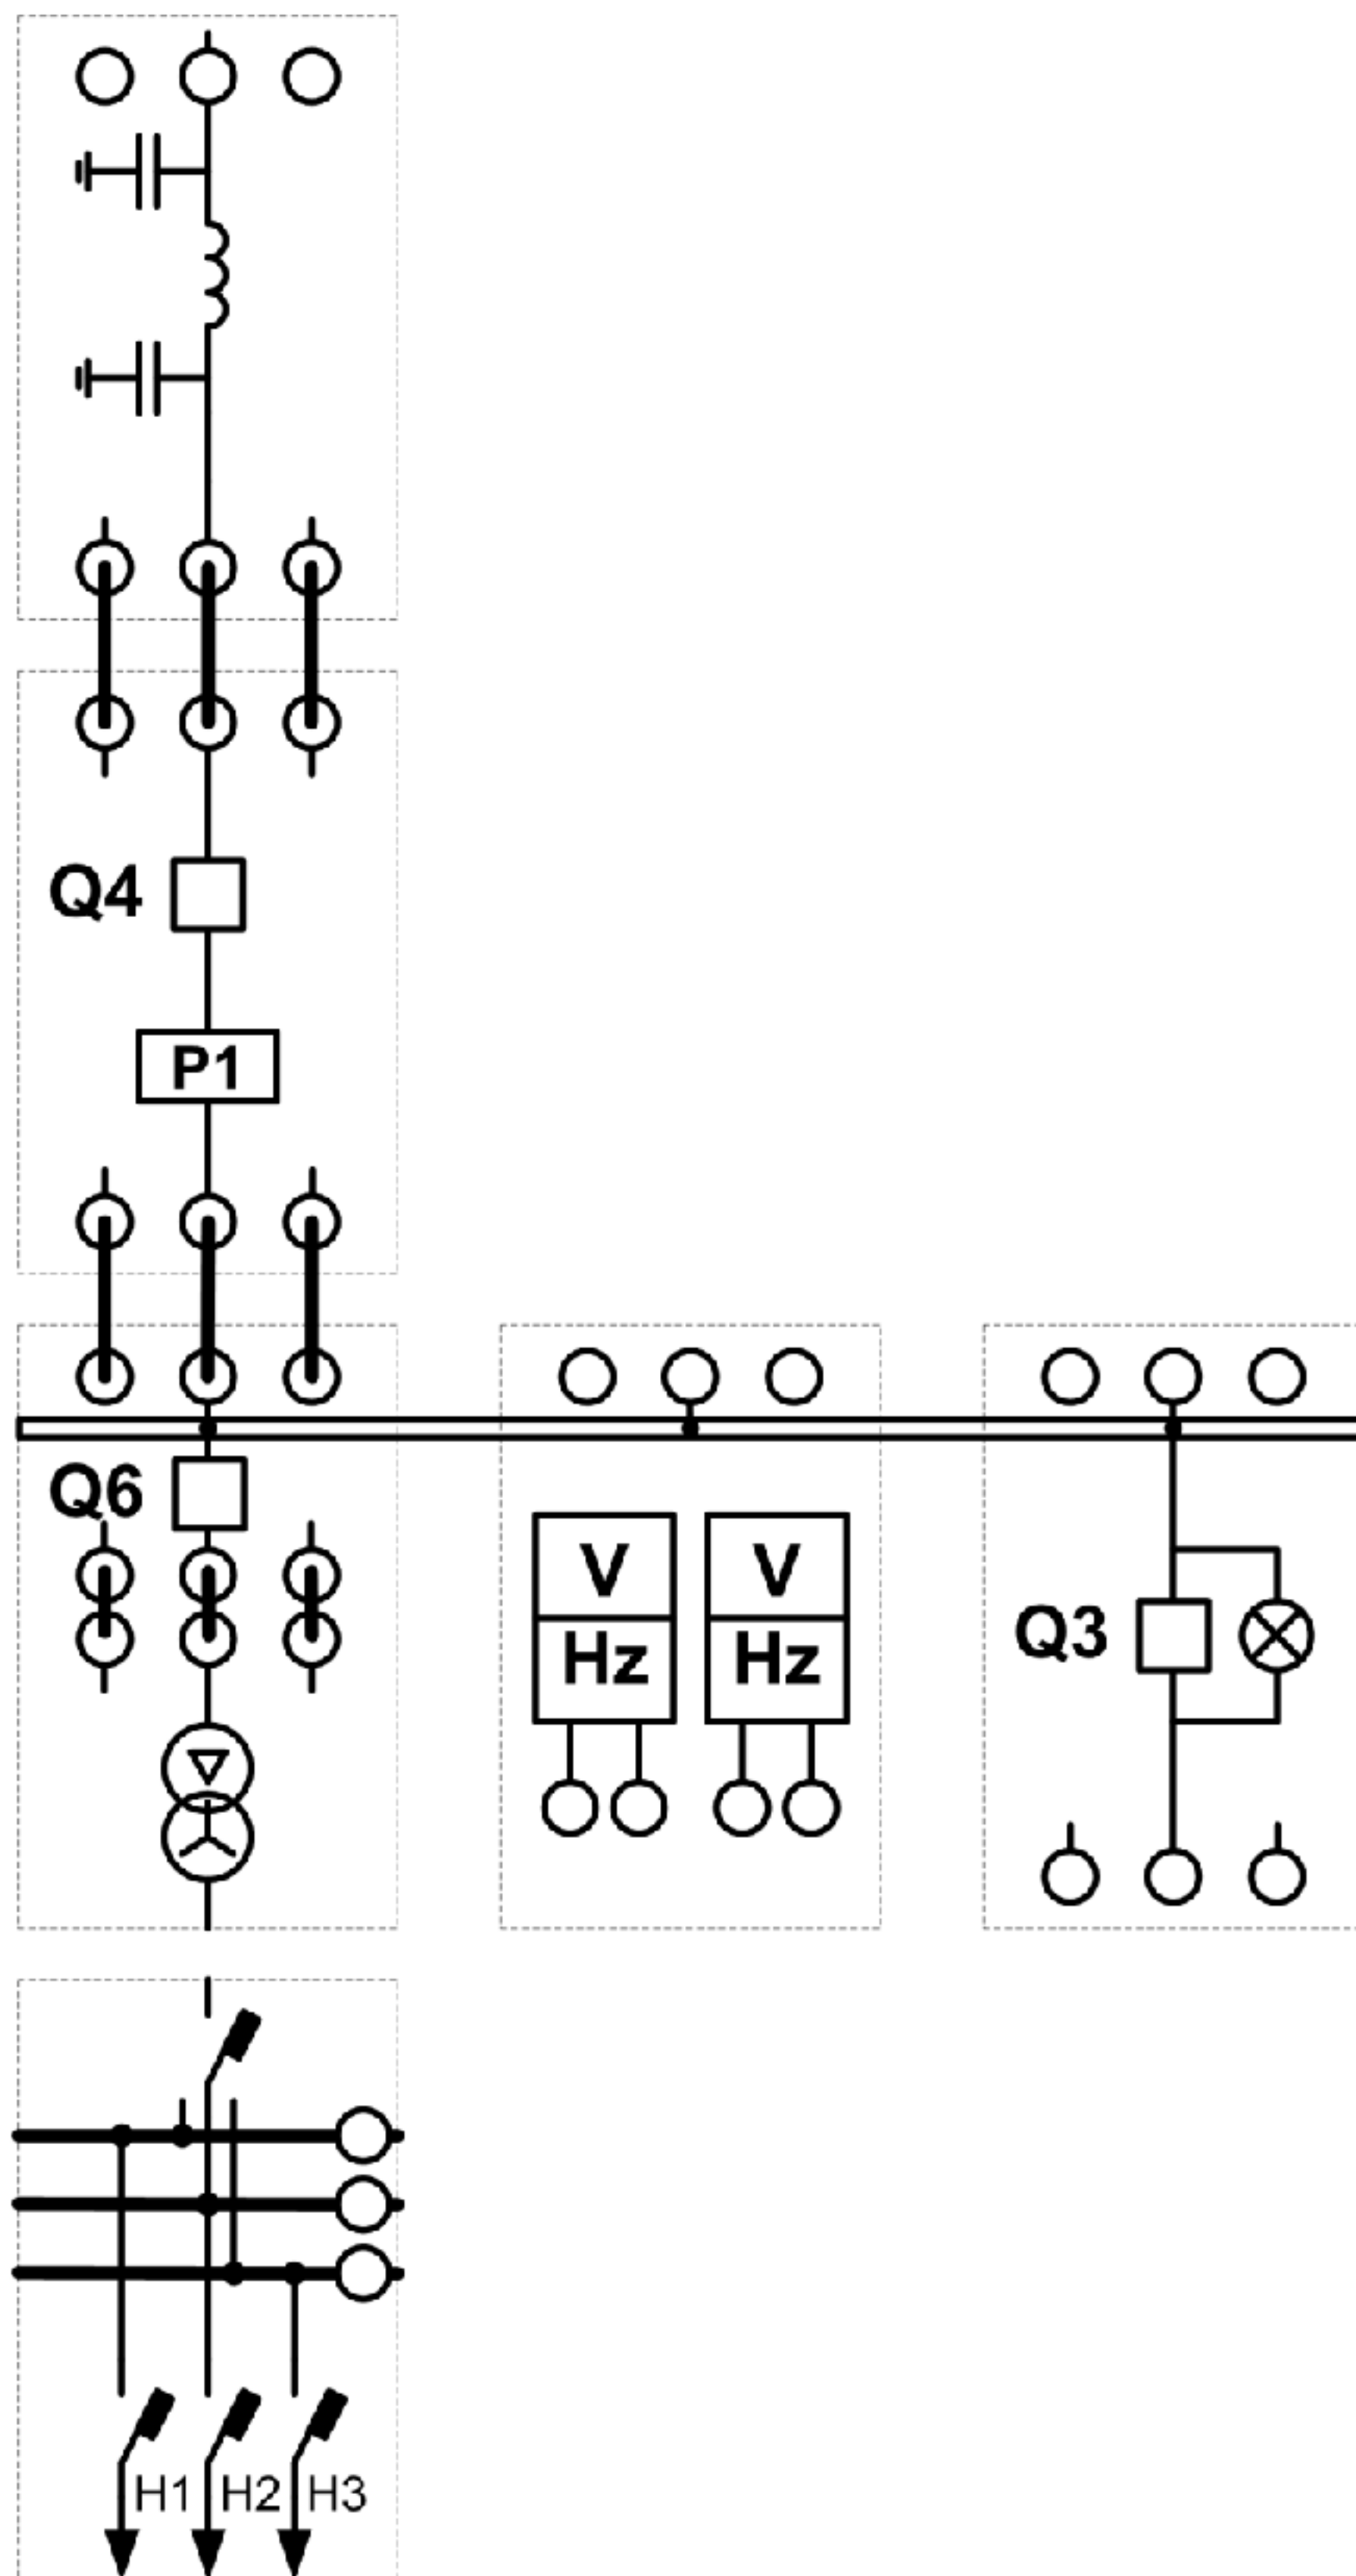

Рис. 1.2
2) На противоположной лабораторной стойке собрать схему испытаний рис. 1.2 (ВСЕ модули стенда должны быть ОТКЛЮЧЕНЫ!).